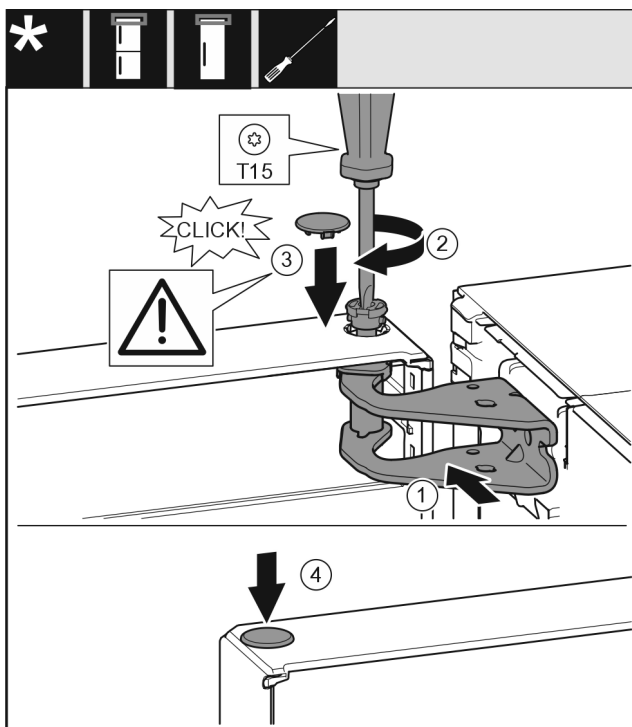

Fig. 53
- Deur boven naar de opening in het lagerboks Fig. 53 (1) uitlijnen.
- Bouten Fig. 53 (2) insteken en met een schroevendraaier vastschroeven.
- Afdekking Fig. 53 (3) plaatsen.
- Controleer of de afdekking Fig. 53 (3) tegen de deur ligt.
- Afdekking Fig. 53 (4) plaatsen.